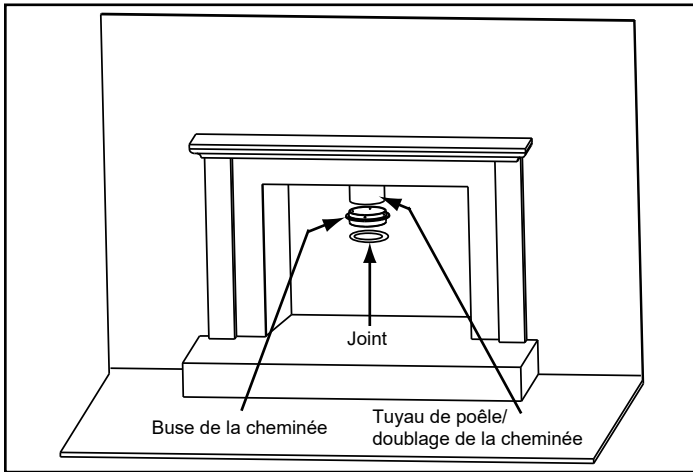

Figure 19.1
1. Il y a 4 trous pré-perçés dans la buse séparés de 90 degrés. Attachez la buse au conduit du poêle. Si le joint n'est pas en bon état, utilisez du mastic pour hautes températures (Figure 19.1).